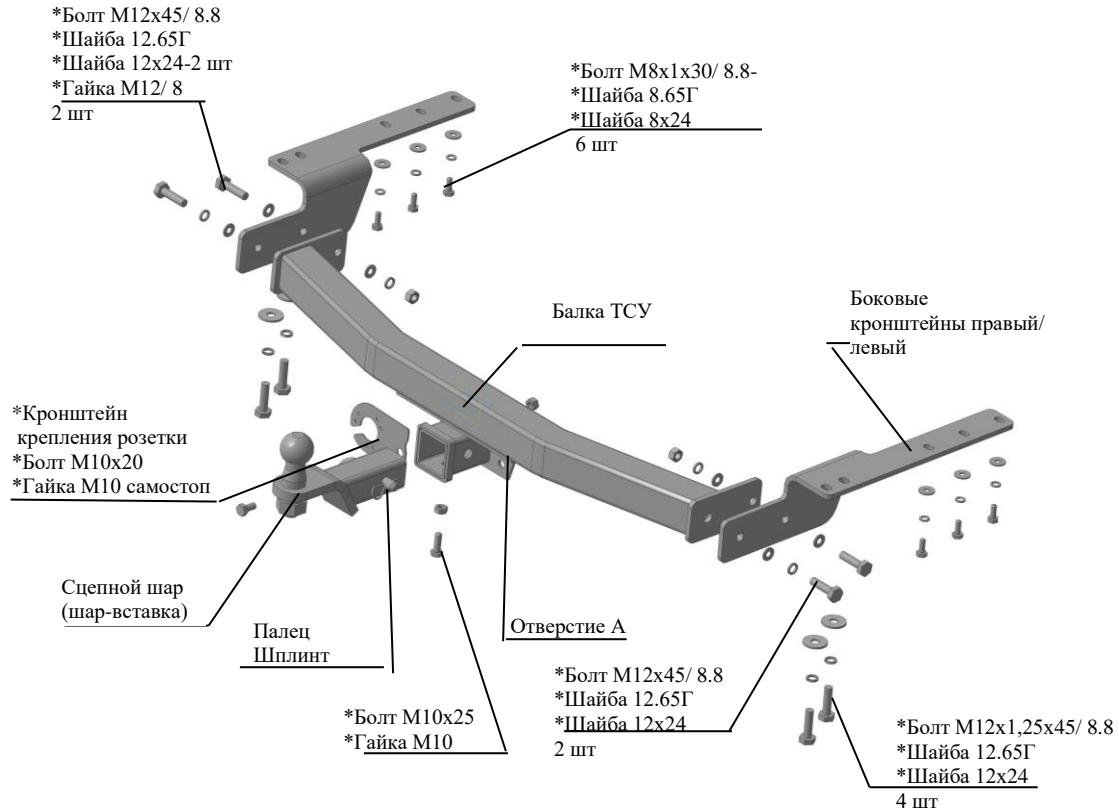

Рис.1 Тягово-сцепное устройство 7811.
2.1 ТСУ 7811 в сборе (рис.1)	1 шт.
2.2 Пакет с комплектующими (см. рис.1)	1 шт.